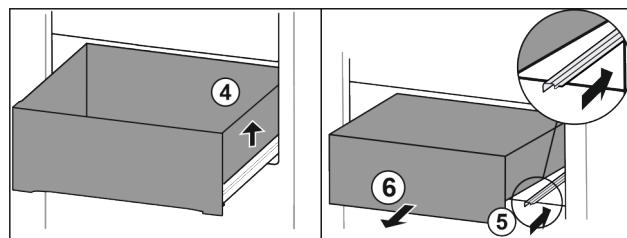

Fig. 89
- Повдигнете чекмеджето отляво. Fig. 89 (4)
- Вкарайте дясната релса. Fig. 89 (5)
- Извадете чекмеджето напред. Fig. 89 (6)